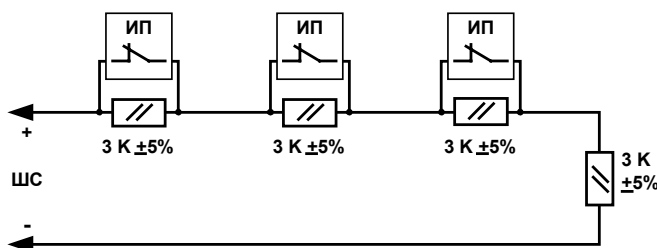

Рис. 7 Пожарный ШС с пассивными ИП (при срабатывании одного ИП формируется извещение «Внимание», более одного - «Пожар»)
- от пассивных ИП с нормально-замкнутыми контактами с формированием извещения «Внимание» при срабатывании одного извещателя и извещения «Пожар» при срабатывании более одного извещателя в ШС (см. Рис. 7, Табл. 11);